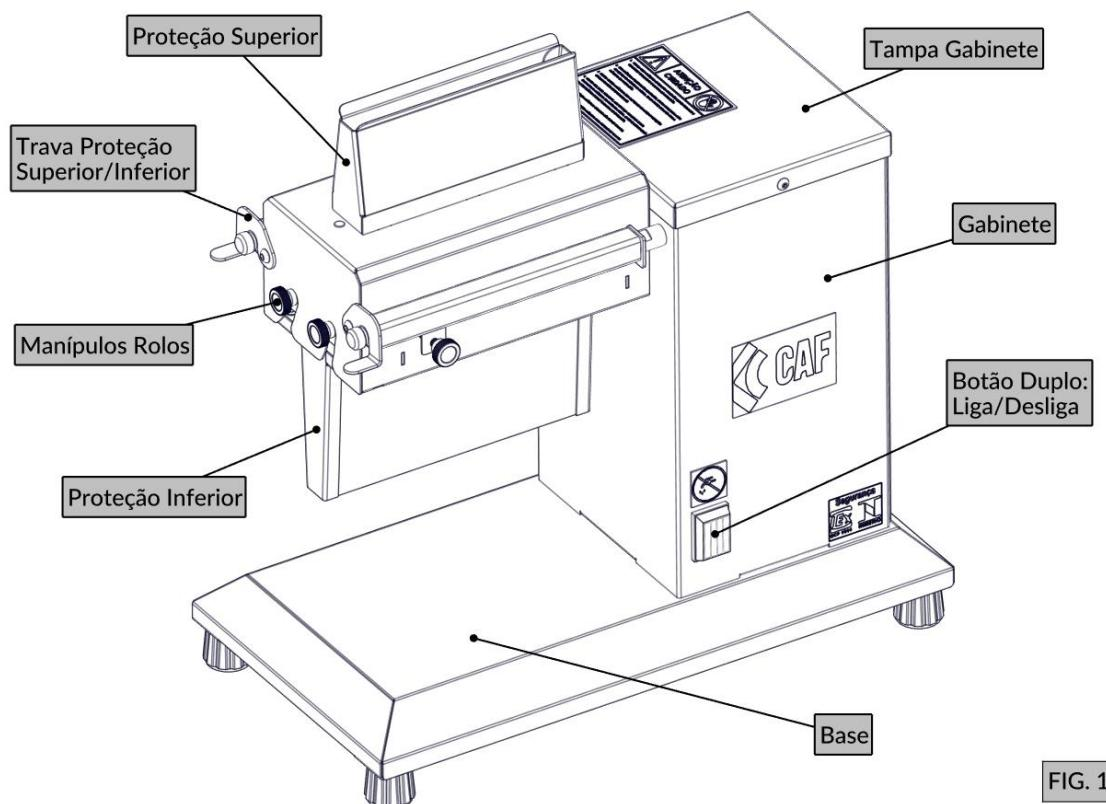

FIG. 1
- b) Empurre o conjunto de proteção, girando os manípulos do rolo (FIG. 1) para encaixar os rolos nos eixos arrastadores (depois de encaixado, não será possível girar os manípulos);
1. Com a máquina devidamente montada, higienizada e energizada, pressione o botão de liga (FIG. 1);
2. Coloque a carne a ser processada no bocal de alimentação (FIG. 1) em pedaços cortados com tamanho de 180mm e espessura máxima 19mm;
**Passo 3:** Solte o manípulo que trava a proteção superior (FIG. 1) na proteção inferior (FIG. 1);